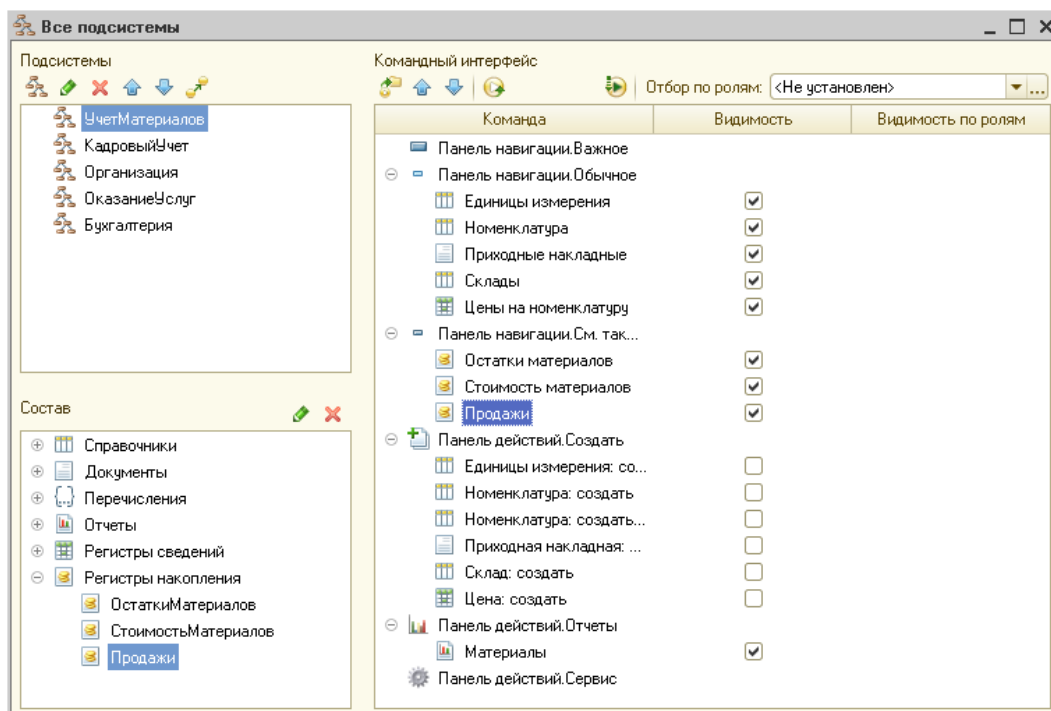

Рис. 38. Регистр накопления Продажи
4. Отредактировать командный интерфейс, чтобы в подсистемах Бухгалтерия, Оказание услуг и Учет материалов была доступна ссылка для просмотра оборотного регистра накопления (переместить в Панель навигации в группу Панель навигации.См.также, рис. 38).